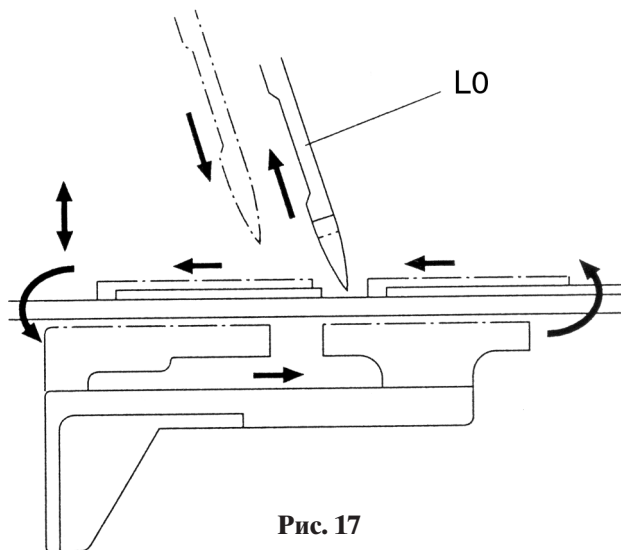

Рис. 17
- Поворачивайте маховик в нормальном направлении до тех пор, пока кончик иглы слегка не проколёт бумагу (рис. 17).